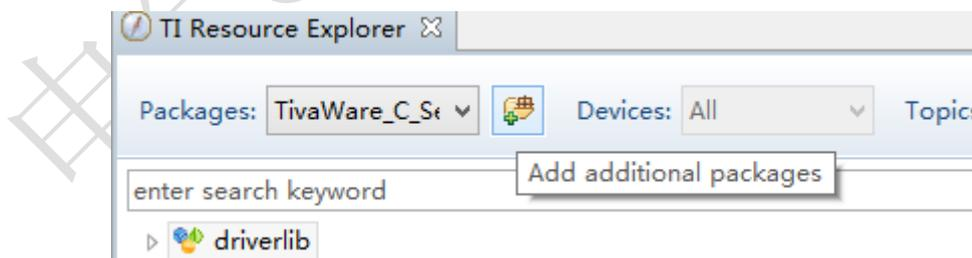

图 5.2 添加 packages
2. 初次使用 TIVWARE 需要首先导入安装的 TIVWARE，点击 explorer 中 packages 右边的添加按钮，如图 5.2；